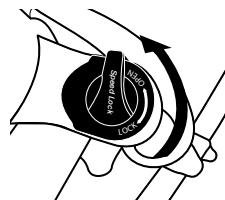

Abb. 19. Hebel in offener Stellung
- Um eine Federgabel zu sperren, drehen Sie den Lockout-Hebel bis zum Anschlag in die Richtung, die mit „Lock“ oder „Firm“ gekennzeichnet ist. (Siehe Beispiele in Abb. 19)